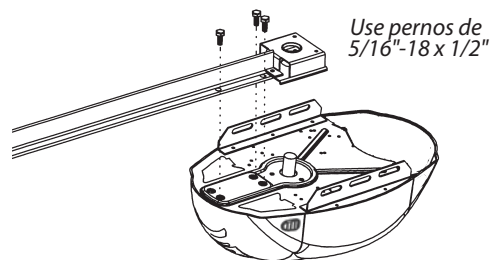

FIG. 1-2 Riel – Conjunto de la caja de control.
1. Acople el conjunto del riel a la caja de control alineando el piñón en el eje del motor. Use (3) pernos de, 5/16 -18 x 1/2" (Fig. 1-2).
1. Acople el conjunto del riel a la caja de control alineando el piñón en el eje del motor. Use (3) pernos de 5/16 -18 x 1/2" (Fig. 1-2).